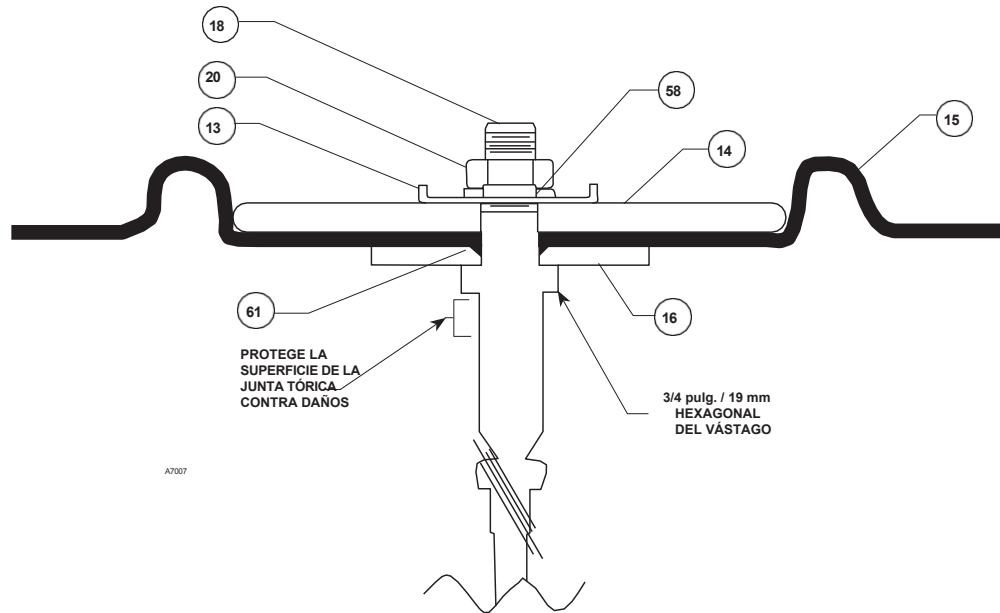

Figura 7. Conjunto del vástago y el diafragma
1. Con el tipo 133HP completamente desmontado, comience el reensamblaje aplicando lubricante PTFE multiuso o equivalente a las roscas del vástago (clave 18) y a la arandela del diafragma y la junta tórica (clave 61). Coloque la placa de sellado del diafragma (clave 16) en el vástago, seguida de la junta tórica (clave 61), el diafragma (clave 15), la placa del diafragma (clave 14), el asiento del resorte (clave 13), la arandela de seguridad (clave 58) y la tuerca hexagonal (clave 20) como se muestra en la Figura 7. Para evitar daños en el diafragma, apriete la tuerca hexagonal (clave 20) con un par de 25 a 30 ft-lbs / 34 a 41 N•m, utilizando una llave plana de 3/4 pulgadas / 19 mm en el vástago.